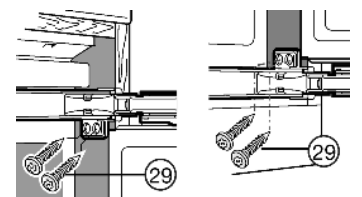

Fig. 22
- ▶ Aan beide deuren met spaanplaatschroeven Fig. 22 (29) zowel boven als onder door de scharnierstrip schroeven.